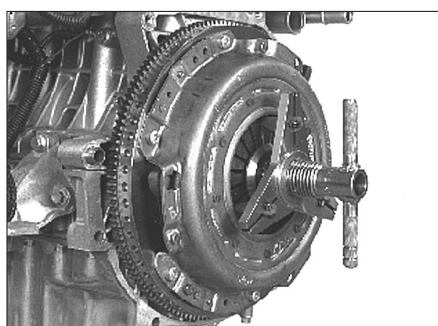

FIG. 10
- Mettre en place l'outil [4] (Fig.10).